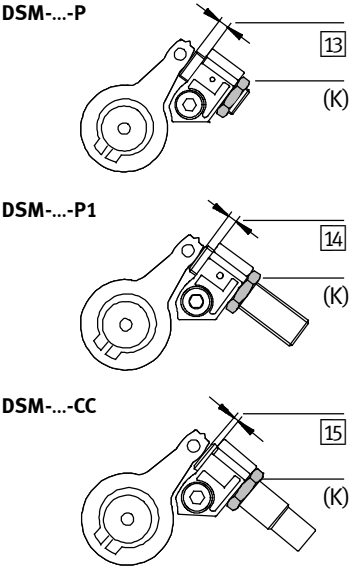

Fig. 25
2. 松开缓冲器的锁紧螺母（K）（Fig. 25）。用缓冲器（弹性缓冲垫 [13] / [14] 或者液压缓冲器 [15]）的旋出长度来补偿终端位置的偏差。（这一偏差源自预调时缓冲器对无压力撞杆的冲撞）。